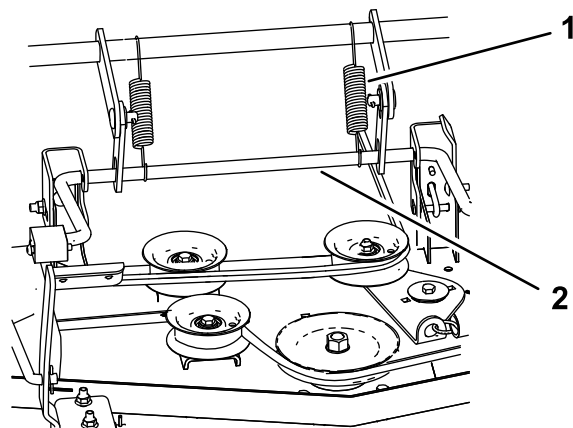

Figure 73
6. Pour les tabliers de coupe de 152 cm (60 po), déposez les 2 ressorts de levage du tablier (Figure 73).
6. Pour les tabliers de coupe de 152 cm (60 po), reposez les 2 ressorts de levage du tablier (Figure 73).